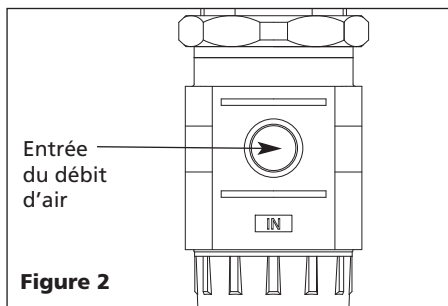

Figure 2
1. Trouver l'orifice d'entrée du débit d'air (Voir la Figure 2, particulier). Le débit d'air doit se déplacer dans la direction indiquée pour le bon fonctionnement de l'unité.
5. S'assurer que les marques "IN" et "OUT" (entrée-sortie) sont associées à la direction du débit d'air. (Voir la Figure 2.)